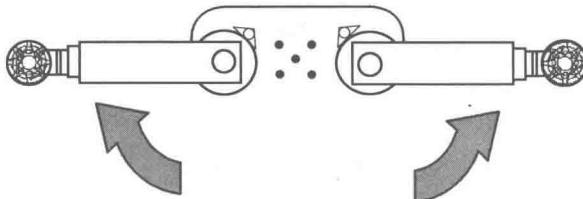

图 1-6 使摆动臂成直线
② 将举升机降到最低位置，推动摆动臂，使其向两边伸展成一直线，为车辆入位提供方便，如图 1-6 所示。